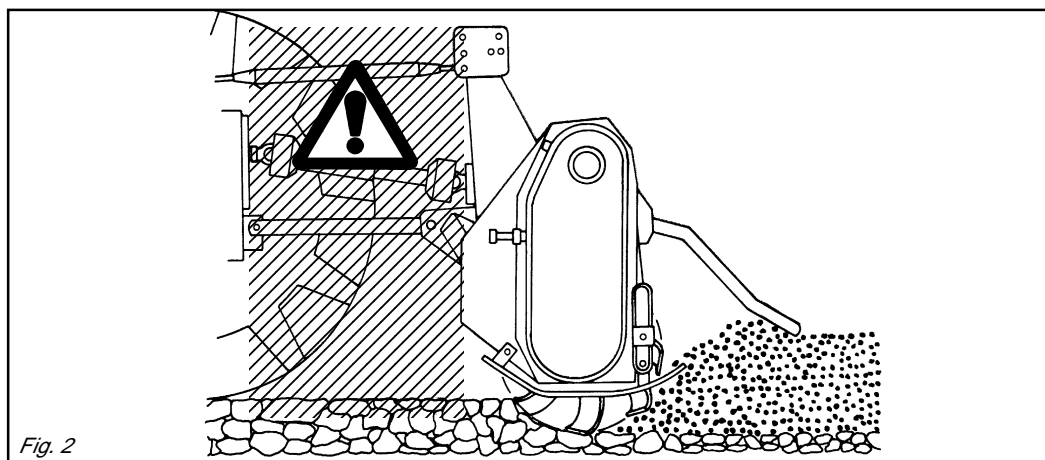

Fig. 2
- 24)** È assolutamente vietato interporre tra il trattore e la zappatrice (Fig. 2) con motore acceso e cardano inserito nonché senza aver azionato il freno di stazionamento ed aver inserito, sotto le ruote, un ceppo o un sasso di bloccaggio.
- 28)** È assolutamente vietato interporre fra il trattore e l'attacco della zappatrice per manovrare il comando dall'esterno per il sollevamento (Fig. 2).
- 24)** *It is absolutely forbidden to stand between the tractor and the implement (Fig. 2) when the engine is running and the cardan shaft is engaged without having first engaged the hand brake and placed a block or stone under the wheels to prevent them from moving.*
- 28)** *It is absolutely forbidden to stand between the tractor and the implement when manoeuvring the lift control from the outside (Fig. 2).*
- 24)** Es ist absolut verboten, bei laufendem Motor und eingeschalteter Gelenkwelle zwischen den Schlepper und das Gerät zu treten (Abb. 2). Dazu muß die Feststellbremse gezogen werden und unter die Räder ein Bremskeil oder ein großer Stein gelegt worden sein.
- 28)** Es ist absolut verboten, zwischen den Schlepper und den Anschluß zu treten, um die Aushebung von außen zu betätigen (Abb. 2).
- 24)** *Il est absolument interdit de se mettre entre le tracteur et l'appareil (Fig. 2) quand le moteur est en marche et le cardan enclenché, sans avoir tiré le frein de stationnement et bloqué les roues avec une cale ou un caillou.*
- 28)** *Il est absolument interdit de se mettre entre le tracteur et l'attelage pour manoeuvrer la commande de relevage de l'extérieur (Fig. 2).*
- 24)** Está terminantemente prohibido colocarse entre el tractor y el equipo (Fig. 2) con motor encendido y cardán inserido, o sin haber accionado el freno de estacionamiento y de colocar, debajo de las ruedas, una piedra u otro elemento de bloqueo.